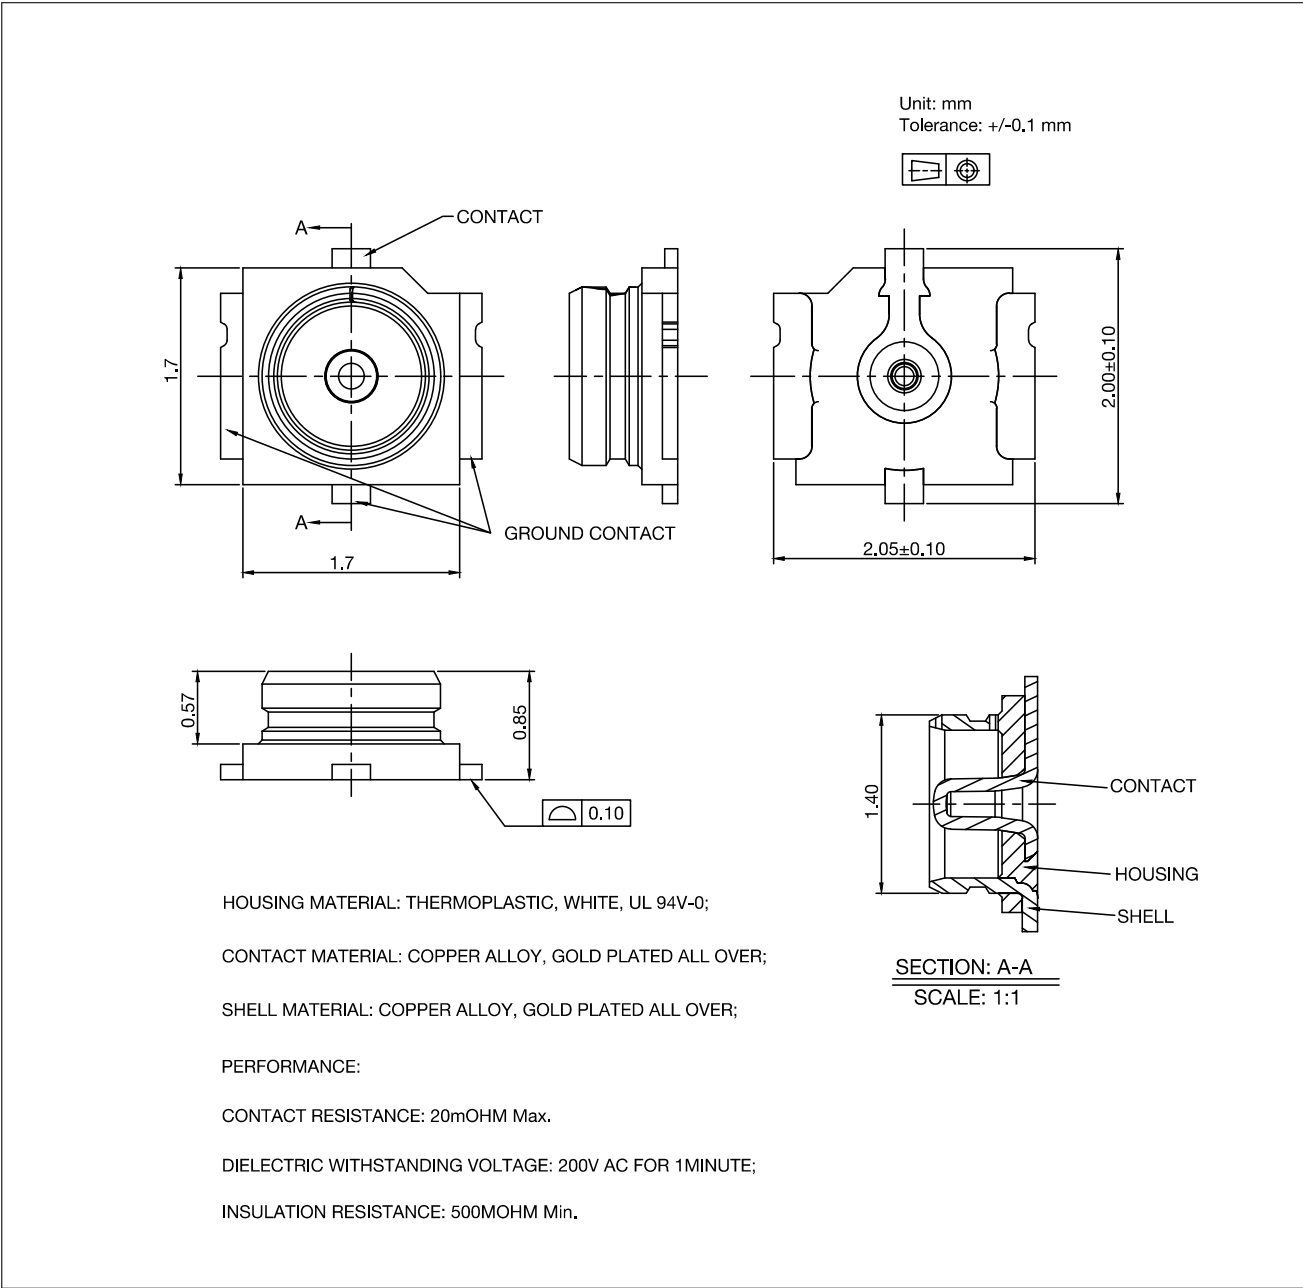

图 13: 外部天线连接器尺寸图
ESP32-MINI-1U 采用图 13 所示的第三代外部天线连接器，该连接器兼容：
- 接口规格与模组天线连接器接口匹配，参考图 13 外部天线连接器尺寸图